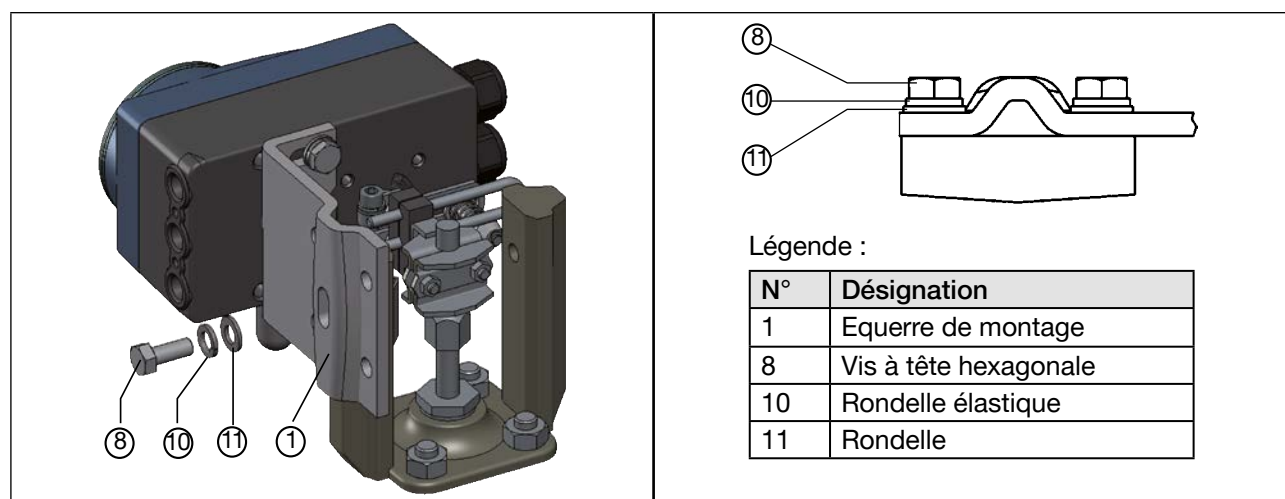

Figure 16 : Fixer le type 8792/8793 avec l'équerre de montage pour les actionneurs avec cadre de fonte
→ Fixer l'équerre de montage sur le cadre de fonte avec une ou plusieurs vis à tête hexagonale ⑧, rondelles ⑪ et rondelles élastiques ⑩ (voir "Figure 16").